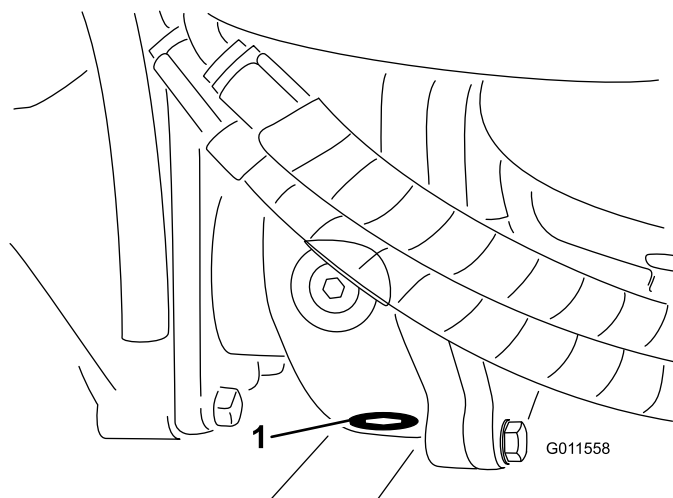

Figura 109
5. Limpe a zona em redor do tampão de escoamento no fundo da caixa de engrenagens (Figura 109).